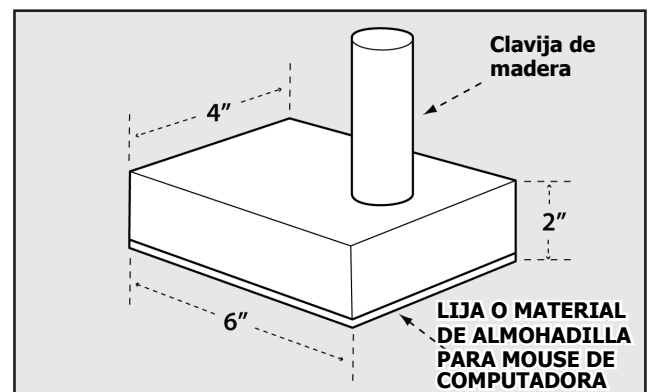

FIGURA 55
3. Pegue un trozo de material áspero o liso tal como una lija o caucho a la parte inferior del bloque para sujetar la pieza de trabajo (las almohadillas para mouse de computadora son adecuadas para esto). Consulte la Figura 55.